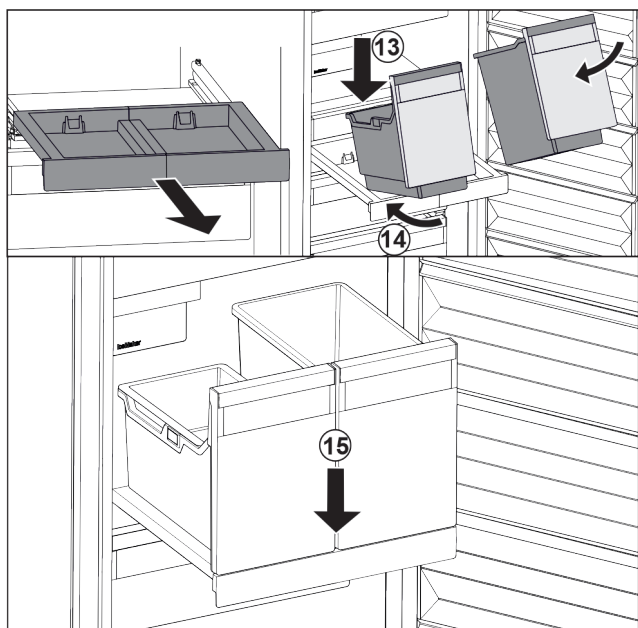

Fig. 90
- ▶ Nasadte nádobu šikmo na vysouvací desku. Fig. 90 (13)
- ▶ Zasuňte nádobu šikmo dozadu. Fig. 90 (14)
- ▶ Usadte vpředu nádobu. Fig. 90 (15)